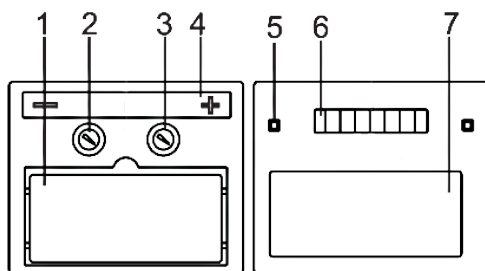

Рис. 2
4.2 Общий вид элементов светофильтра представлен на рис. 2
5.4 Степень светлого состояния светофильтра составляет 4 DIN. Регулятором (рис.2 поз.3) можно настроить время изменения в светлое состояние из тёмного состояния в диапазоне 0,1-1,0 секунды в зависимости от потребности.
7.3 Если щиток не использовался в течение длительного времени следует обратить большое внимание на чистоту датчиков электродуги (рис. 2 поз.5). При необходимости очистите их от пыли.
чикам электродуги (рис.2 поз.5), светофильтр должен потемнеть. После того, как источник света будет убран, светофильтр посветлеет.